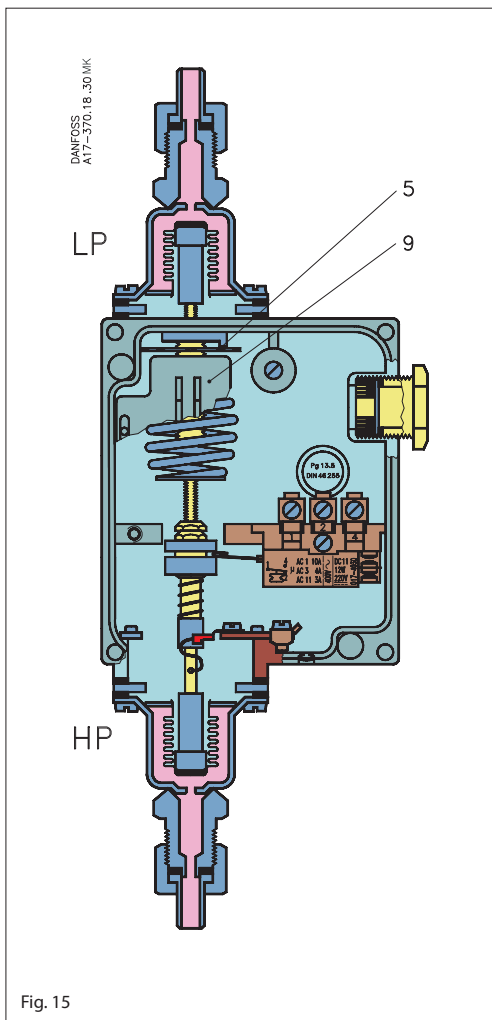

Fig. 15
Differensskiven (5), fig. 15 side 13, indstilles på 1 bar (10 m vs) minus den faste differens på 0.1 bar svarende til 0.9 bar. Neutralzonerullen indstilles på fabriksindstillingen, der er markeret med et rødt mærke.